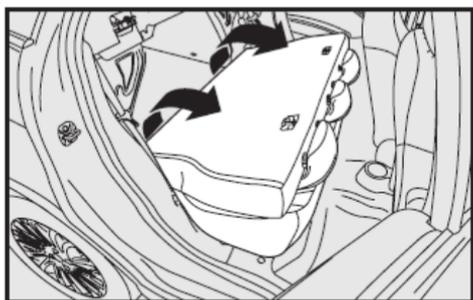

fig. 89
- 4) Incline hacia adelante el respaldo, haciendo pasar lateralmente los cinturones, hasta apoyarlos sobre el asiento trasero fig. 89.